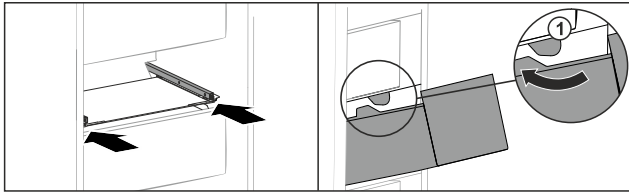

Fig. 95
- Guider le tiroir en contournant les butées Fig. 95 (1).